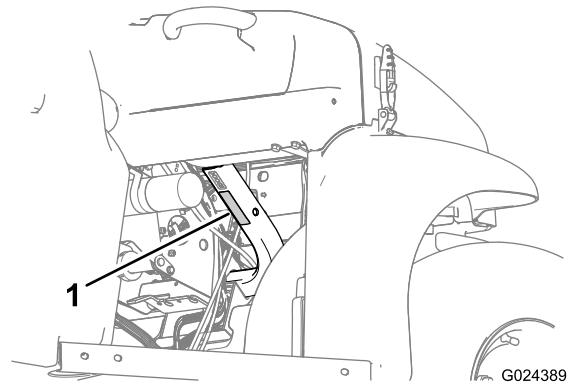

Рисунок 18
- Соблюдайте грузоподъемность машины и ограничивайте вес перевозимого в кузове груза, как описано в разделе Технические характеристики \(страница 21\) и на табличке полной массы машины (Рисунок 18).